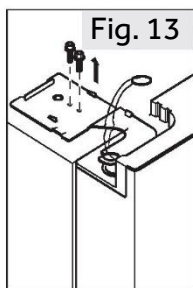

Fig. 13
3. Desaperte os parafusos que mantêm a dobradiça superior em posição e depois retire a dobradiça (Fig. 13).